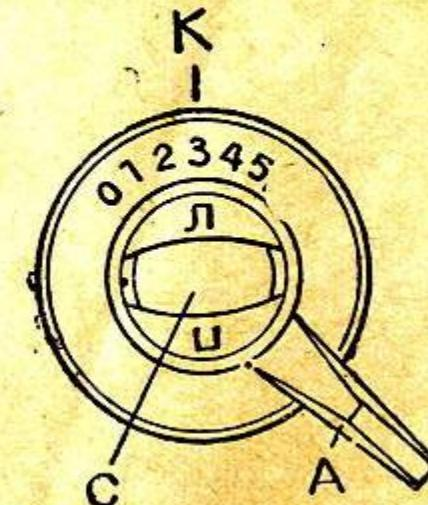

Рис. 22.
6. Для получения зигзагообразной строчки, смещенной влево от средней оси, необходимо, сохранив положение шкалы по отношению к риске К, при той же ширине зигзага повернуть переключатель С в горизонтальное положение так, чтобы метка Л (левое) оказалась вверху (рис. 22).